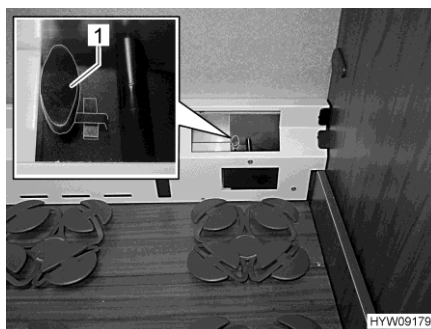

Fig. 121 Valvola di chiusura (zona di coda)
- La manopola (Fig. 121,1) si trova in senso longitudinale rispetto al tubazione: La potenza di riscaldamento massima nella zona di coda.
- La manopola (Fig. 121,1) si trova in senso trasversale rispetto al tubazione: La zona di coda non viene riscaldata.
- La manopola (Fig. 121,1) si trova in una posizione intermedia: La potenza di riscaldamento nella zona di coda varia a seconda della posizione della manopola.